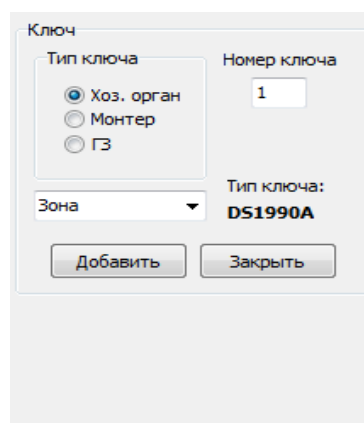

Рисунок 21
3.6.2 Указать тип ключа доступа, зону, которой он принадлежит, и ввести его номер. Для сохранения параметров ключа доступа нажать кнопку «Добавить», затем «Заккрыть» (рисунок 21).